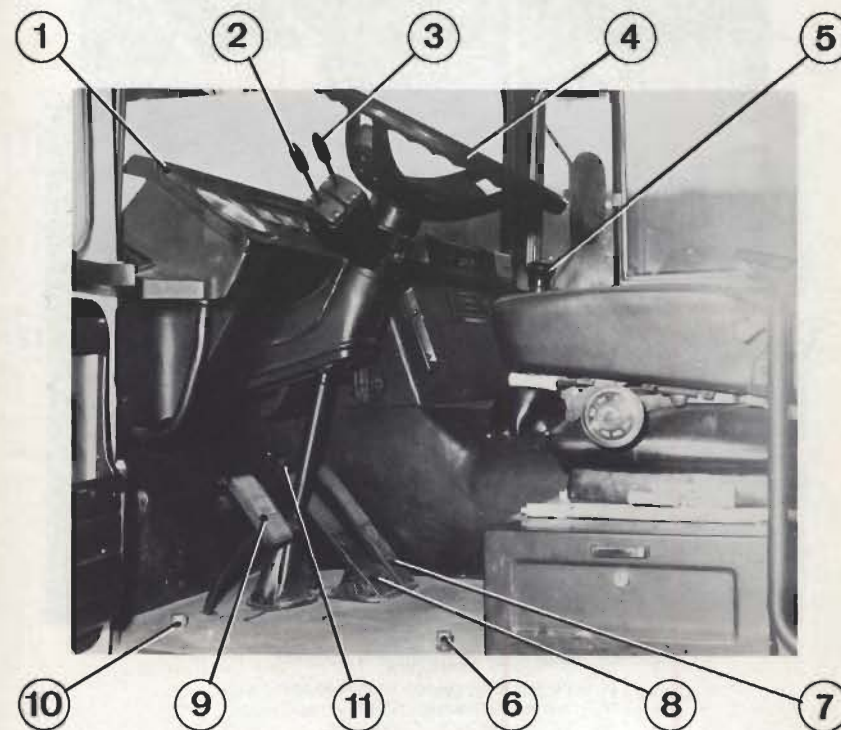

Fig. 1.5. — Mandos principales
- 1.º Actuar sobre el pistón 6. Fig. 1.5.